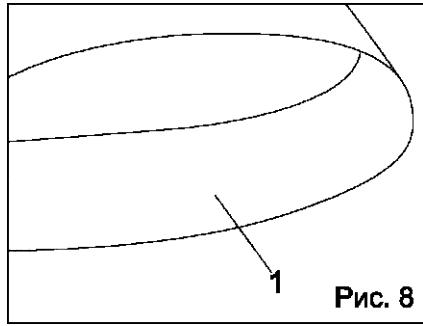

Рис. 8
**ПРИМЕЧАНИЕ:** на внутренней стороне (1) шлифовальной ленты нанесены стрелки с указанием направления движения (Рис. 8).